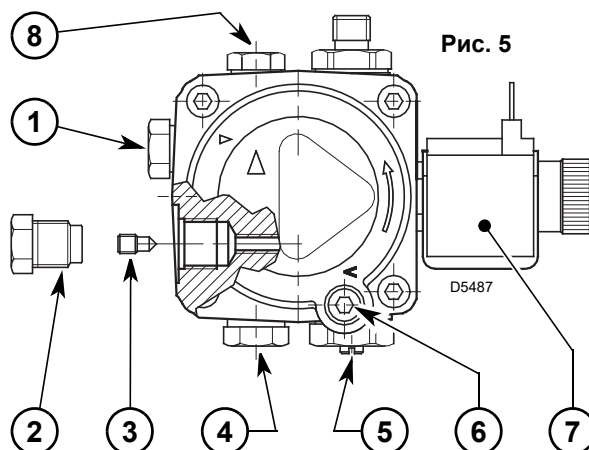
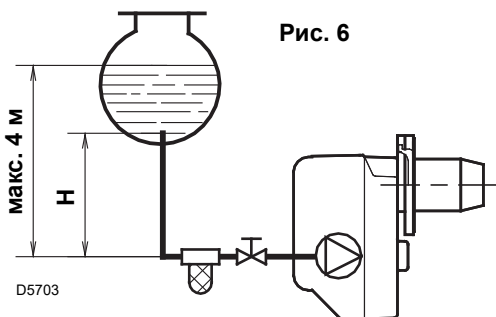

Рис. 5
Рис. 6
Для работы в режиме одноходовой системы необходимо открутить колпачок обратного контура (2), снять перепускной винт (3) и затем закрутить колпачок (2), (см. рис. 5).
В системе на рис. 6 достаточно ослабить штуцер вакуумного манометра (5, рис. 5) и дождаться выхода топлива.